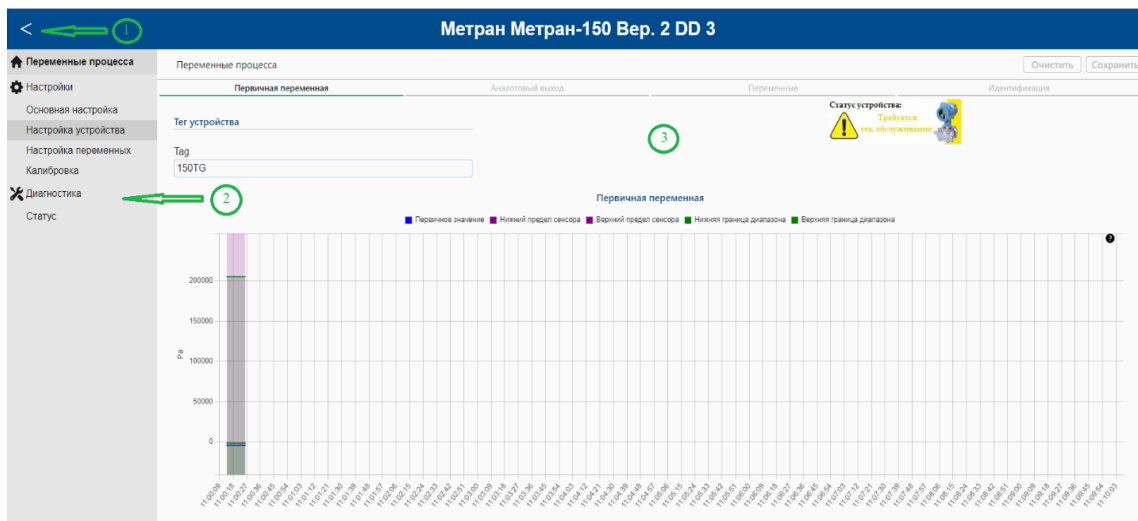

Рис.79 Пример конфигурационного окна
1. кнопка возврата в режим автоматического поиска подключенных полевых устройств (рис. 79)